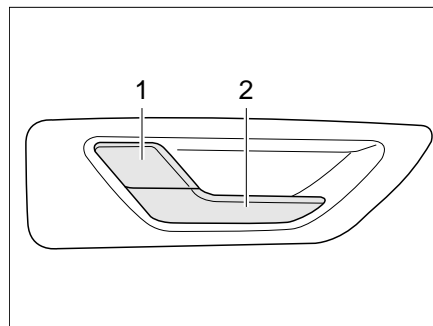

Bild 28 Klappenschloss Heckklappe, innen
- Am Griff (Bild 28,2) ziehen. Das Klappenschloss wird entriegelt. Der Sicherungshebel (Bild 28,1) springt automatisch heraus.
- Den Sicherungshebel (Bild 28,1) drücken.